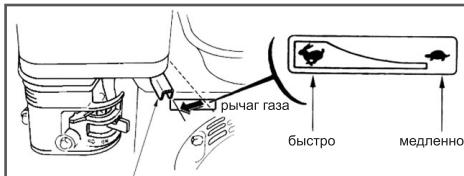

Рис.32
- Переведите рычаг газа (Рис. 32) на 1/3 хода в сторону положения максимальных оборотов двигателя (обозначение зайца на наклейке - максимальные обороты, черепахи - холостые обороты).
- Откройте топливный кран, переместив рычаг топливного крана в рабочее положение (ON).
- Переведите рычаг газа (Рис. 32) на 1/3 хода в сторону положения максимальных оборотов двигателя (обозначение зайца на наклейке максимальные обороты, черепахи холостые обороты).